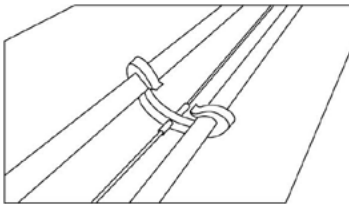

Fig 3. Cable de sujeción de suspensión de bajante
4. Luego, el cable se conecta al colgador de bajante con los clips (vea la Fig. 3), espaciados a intervalos de 40 mm.